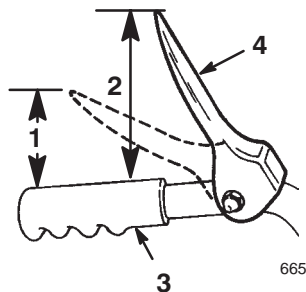

Bild 8
3. Überprüfen Sie den Abstand zwischen der Oberkante des Handgriffs und der Unterkante des Betätigungshebels für Schnecke/Gebläserad (Bild 8). Der Abstand sollte circa 10 cm betragen.
Hinweis: Die zum Drücken des Hebels aufzuwendende Kraft erhöht sich merklich, wenn der Antriebsriemen der Schnecke/des Gebläserads vollkommen gespannt ist (ca. die Hälfte des Hebelweges). Die Einstellung ist korrekt, wenn die Kraft, die aufzuwenden ist, zuzunehmen *beginnt* und der Abstand zwischen der Oberkante des Handgriffs und der Unterkante des Betätigungshebels für Schnecke-/Gebläserad 2,5 bis 5 cm beträgt (Bild 8).